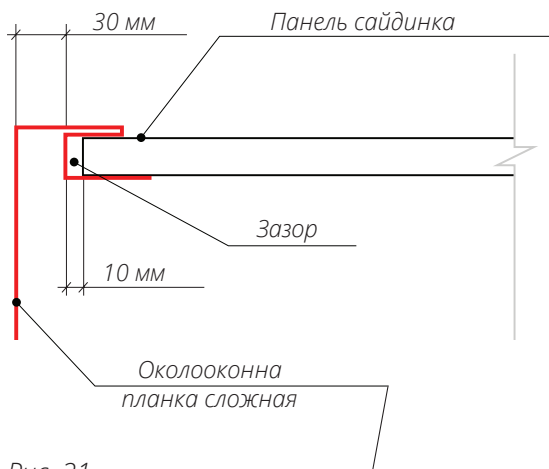

Рис. 21
- Подготовьте панели, примыкающие к проему снизу. Если под проемом не установлен Н-профиль, вырез делается на ширину оконного проема с учетом размера Околооконной планки и зазора, необходимого для того, чтобы можно было вставить панель в Околооконную планку (*рис. 21*).
йте необходимый вырез, как показано на схеме (*рис. 21*). Вырез должен быть шире проема на 80 мм. Глубина выреза должна позволить смонтировать панель без зазоров и деформаций.